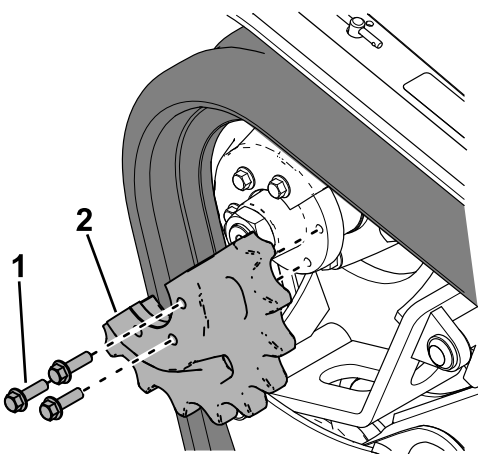

Figura 62
19. Aplicați un agent de blocare a filetelui pe uruburile jumătății pinionului de antrenare pe care ai îndepărtat-o și montați jumătatea pinionului (Figura 62). Strângeți uruburile la un cuplu de 95-115 N·m.